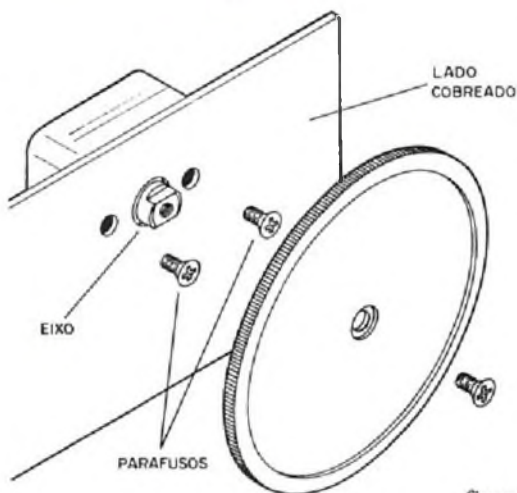

figura 12
b) Solde o capacitor variável em posição, tendo o cuidado de prendê-lo em posição de funcionamento com dois parafusos, conforme mostra a figura 12.